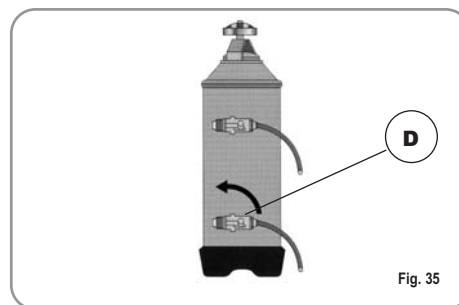

Fig. 35
3) Repositionner alors le levier D vers la gauche (Fig. 35).